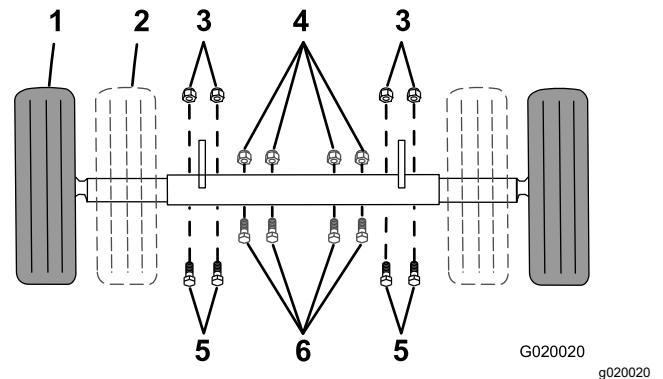

Figura 23
1. Enchufe el conector eléctrico de la máquina en el conector eléctrico del vehículo de remolque (Figura 23).
Si su modelo está equipado con un eje ajustable (Figura 23), puede ajustar el eje a la posición estrecha para pasar la máquina por un punto de acceso estrecho, como una cancela o la puerta de un edificio.
1. Punto de apoyo (2)
7. Retire los pernos y las tuercas que sujetan el eje interior al eje exterior (Figura 23).
- Deslice cada extremo del eje hacia dentro a la posición estrecha (Figura 23).
- Deslice cada extremo del eje hacia fuera a la posición extendida (remolcado) (Figura 23).
9. Sujete el eje con los pernos y las tuercas que retiró anteriormente (Figura 23) y apriételos a 87 N·m (64 pies-libra).